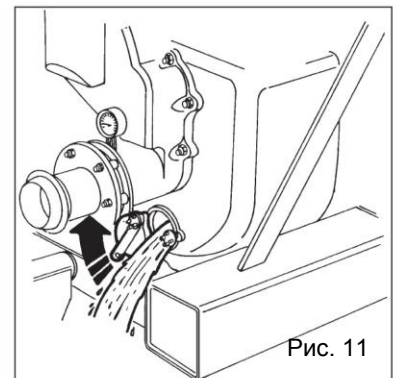

Рис. 11
Перед хранением слить жидкость из насоса через специально предусмотренную крышку (рис. 11), отвинтив фиксирующие ее ручки. В противном случае в зимнее время жидкость, замерзнув, может серьезно повредить насос. В случае, если жидкость относится к опасной, перед ее сливом следует принять соответствующие меры предосторожности. Во избежание блокировки вала высохшими остатками жидкости необходимо периодически проворачивать вал.
- Слить жидкость из насоса через сливной лючок (рис.11)